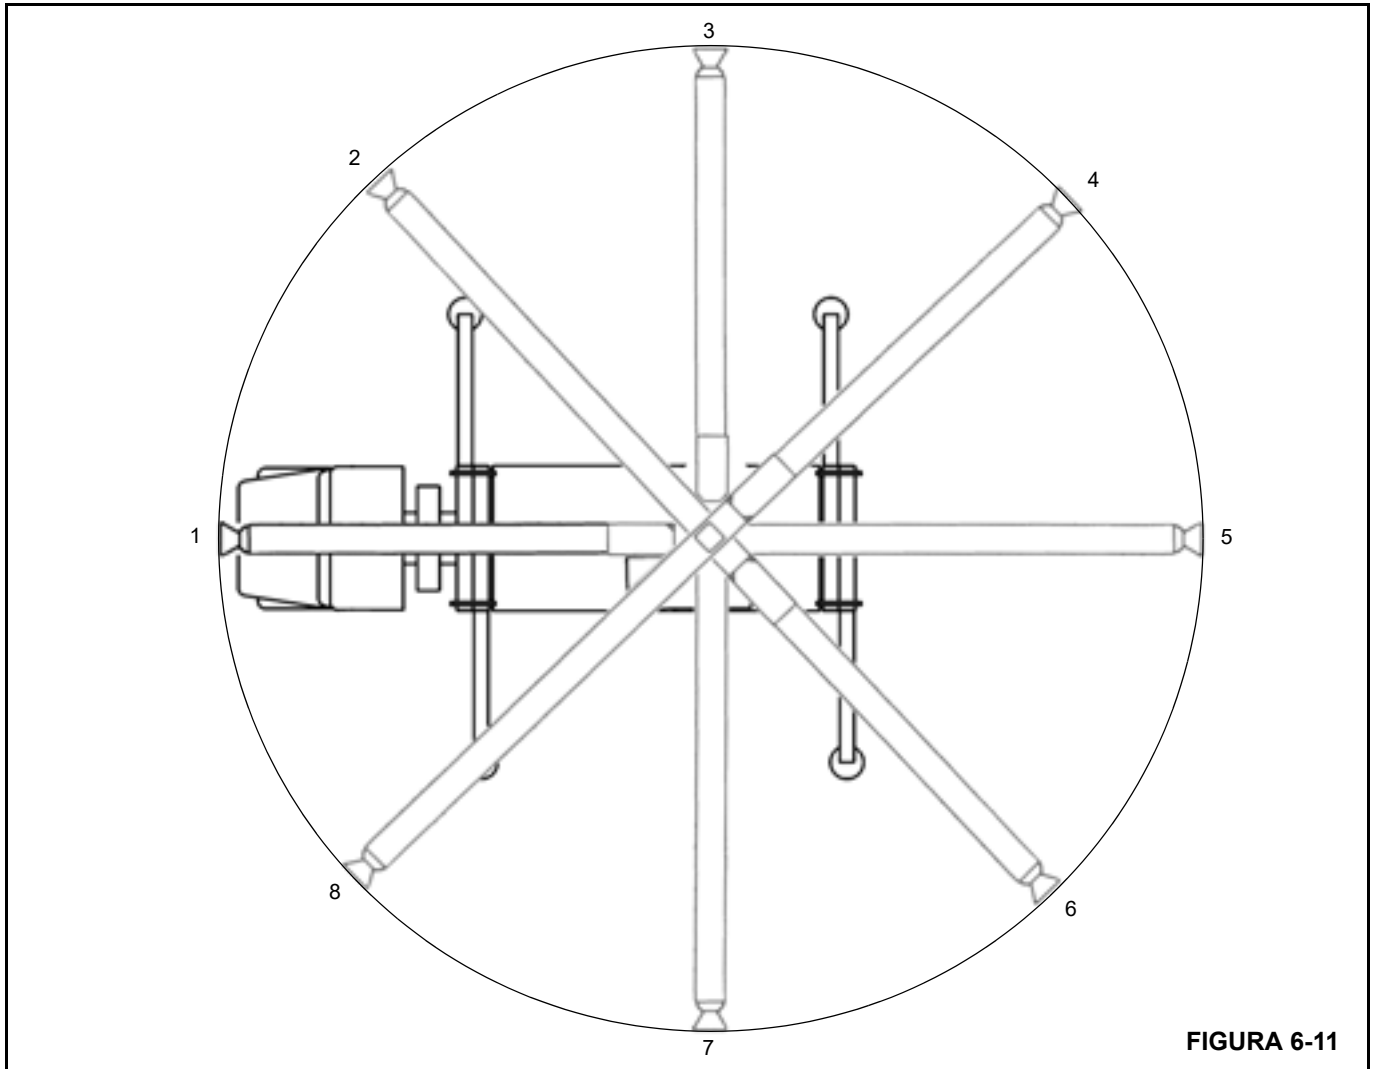

FIGURA 6-11
10. Se a média for inferior a 2,2 mm (0.090 pol.), repita a medição a cada 45° em torno da área total de trabalho do guindaste (Figura 6-11).